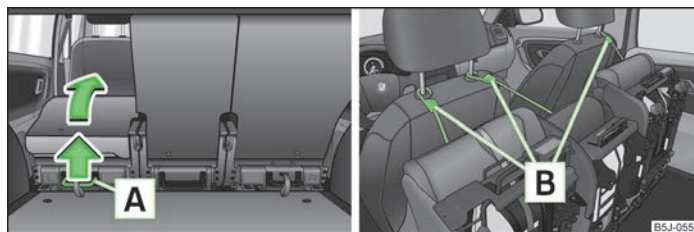

Fig. 40 Rabatarea completă spre înainte a scaunului / asigurarea scaunului rabatat spre înainte
- Trageți maneta » fig. 40 în sus și apoi rabatați spătarul complet spre înainte.
- Trageți maneta **A** » fig. 40 în sus și rabatați scaunul complet spre înainte.
- Asigurați scaunul rabatat spre înainte cu ajutorul centurii de fixare **B**, de o tijă a tetierei scaunului din față » fig. 40.